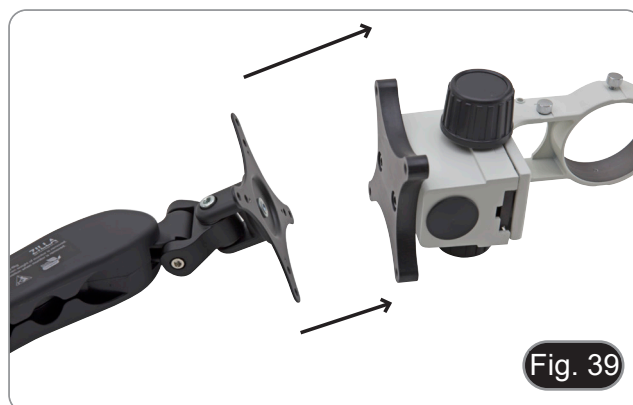

Fig. 39
10. Montare il gruppo di messa a fuoco sul braccio, utilizzando le viti e la chiave a brugola in dotazione. (Fig. 39)